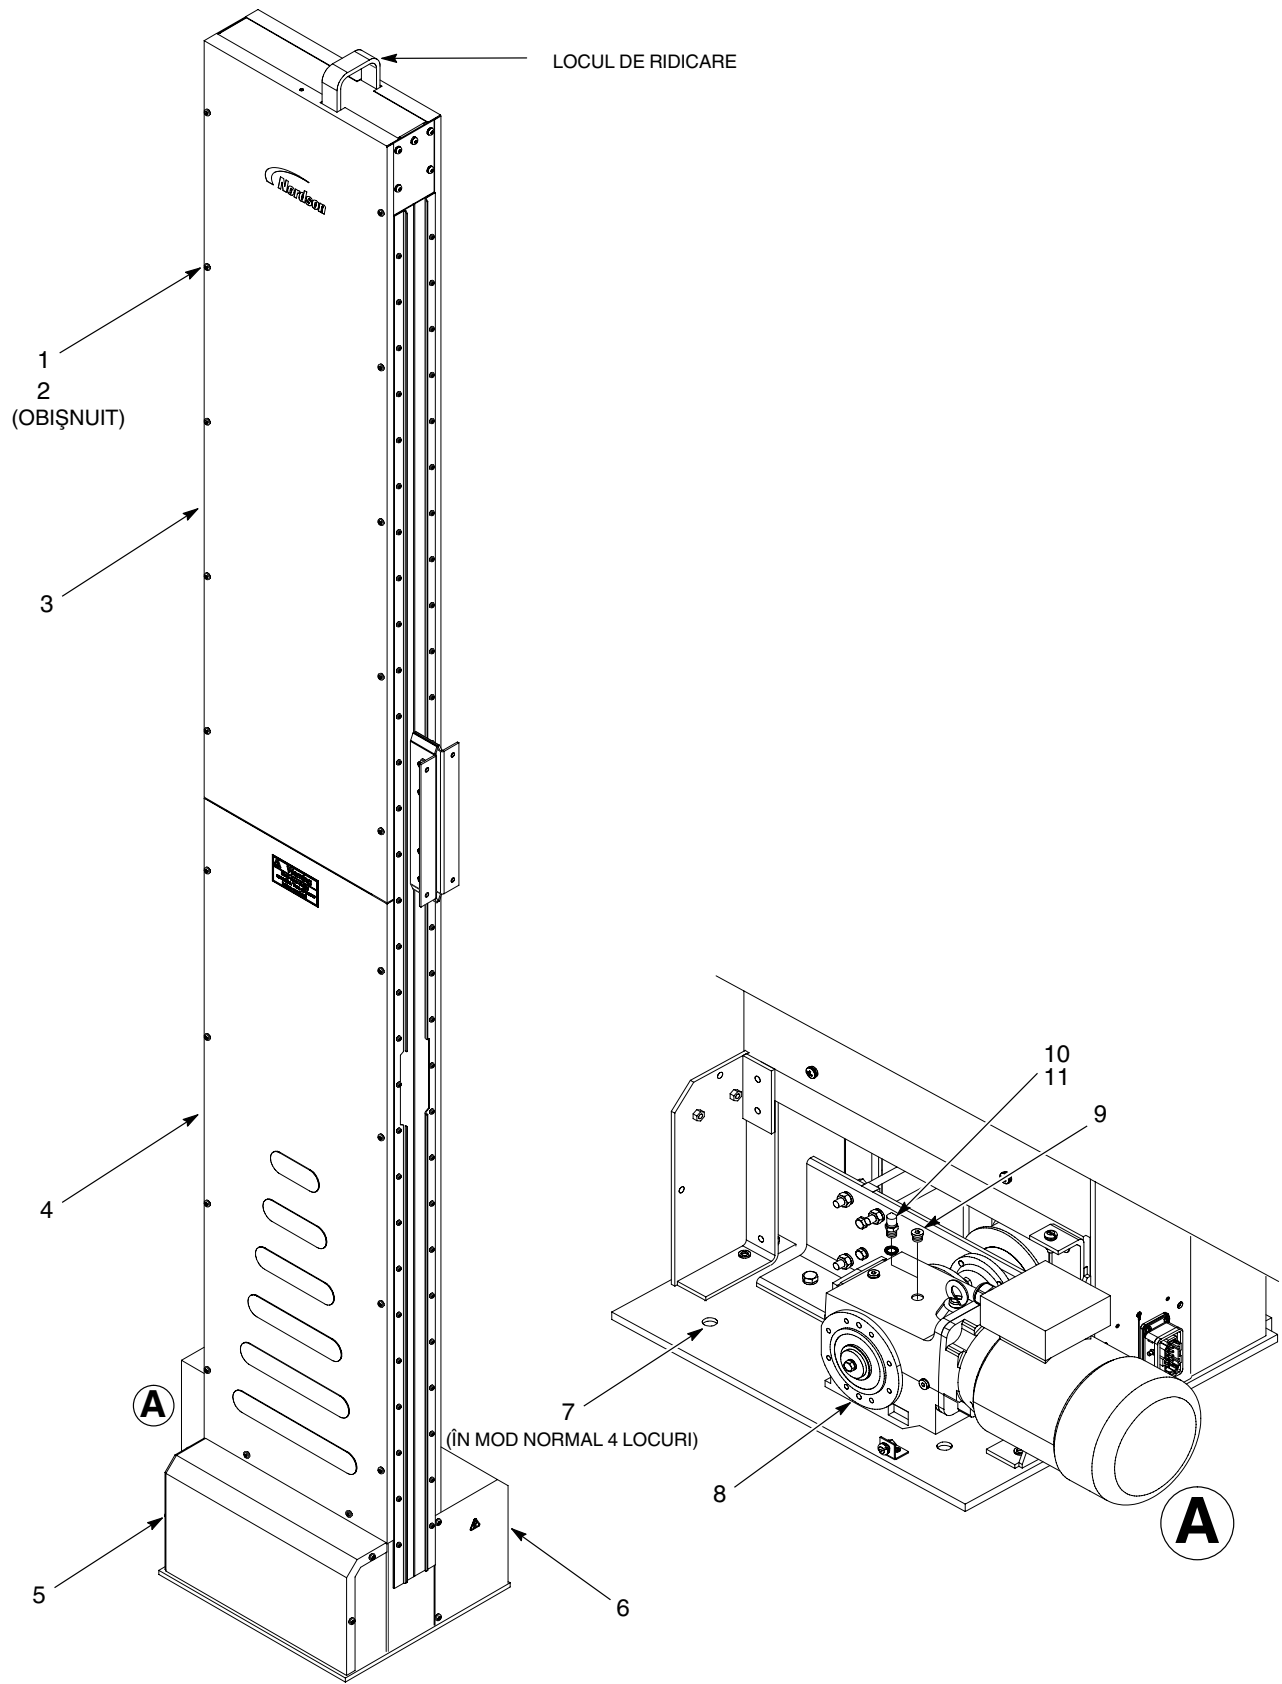

Figura 4 Instalarea
1. A se vedea Figura 4. Scoateți șuruburile (1) și șaibele (2) asigurând panourile laterale de acces (3, 4) de pe partea dispozitivului de codificare al mașinii cu piston, carcasa dispozitivului de codificare (5) și carcasa ansamblului de acționare (6).
4. Scoateți știftul (9) din motoreductor (8) așa cum este prezentat în figura 4.
5. Asigurați-vă că garnitura (11) este montată pe dopul de închidere (10). Montați dopul de închidere în ansamblul de acționare și strângeți-l bine.